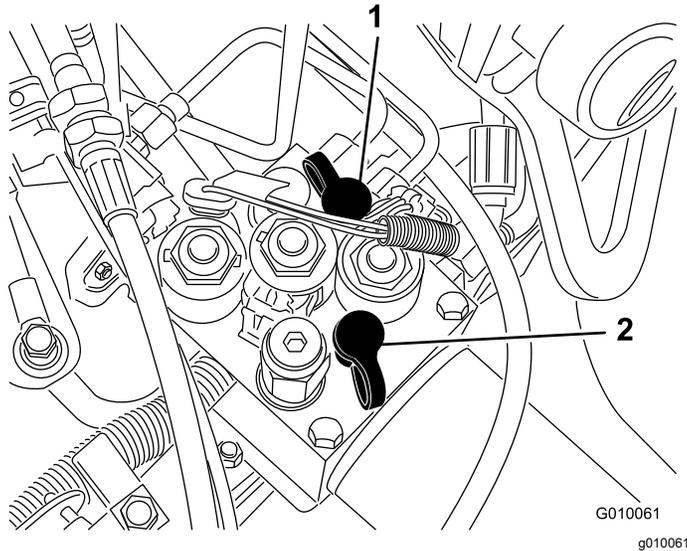

Figure 65
- La prise d'essai G2 (Figure 65) est utilisée pour déterminer les problèmes de pression du circuit de charge.
- La prise d'essai G1 (Figure 65) est utilisée pour déterminer les problèmes de pression du circuit de levage.